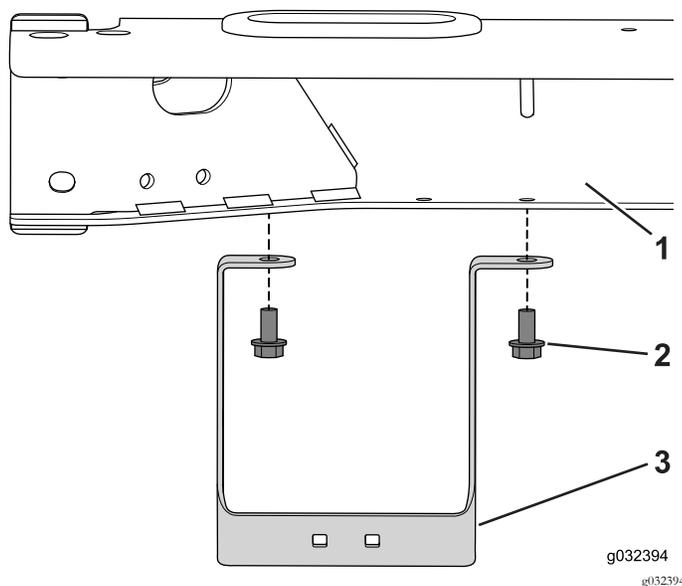

Рисунок 27
1. Установите кронштейн шланга на раму с помощью 2 болтов (5/16 x 5/8 дюйма) (Рисунок 27).